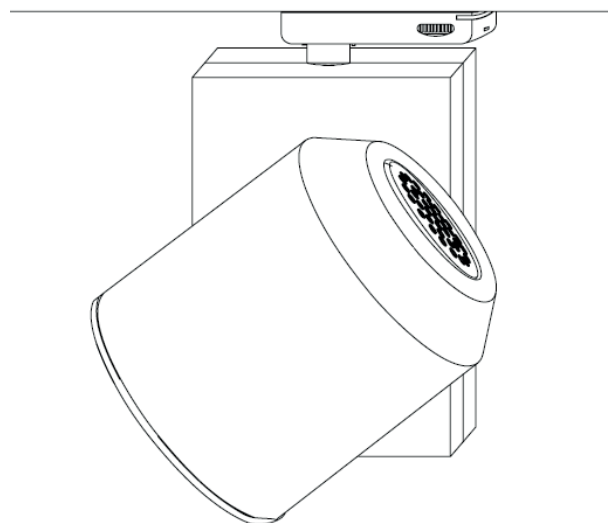

Abb. 4: Ausrichten des SLIDE V102
3. Richten Sie den Reflektor auf die auszuleuchtende Fläche bzw. das Objekt aus (Abb. 4).